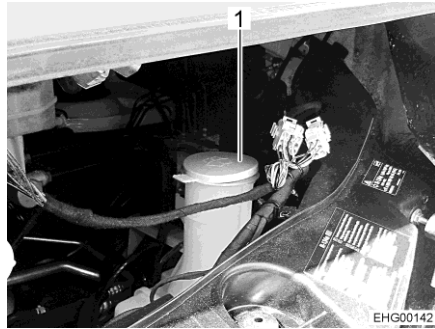

Bild 37 Einfüllstutzen (Waschwasserbehälter)
- Deckel (Bild 37,1) vom Einfüllstutzen des Waschwasserbehälters abnehmen.
- Deckel (Bild 37,1) auf den Einfüllstutzen des Waschwasserbehälters drücken.